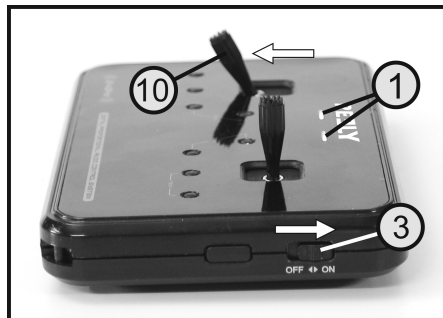

Bild 17
- 3 Ein-/Aus-Schalter (siehe auch Bild 17)